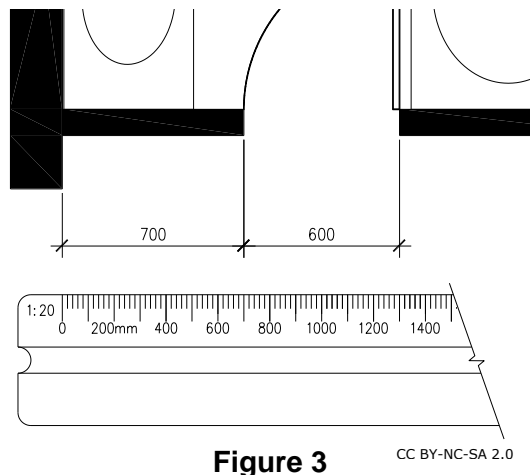

Figure 3
*Les grandes lignes des graduations sont des multiples de 5. Il y a ici 7 grandes lignes, ce qui donne  $7 \times 5$  (35) graduations. Les numérotations sont des multiples de 10 graduations à la valeur de base de l'échelle ( $20 \times 10 = 200$ ). (figure 3)*